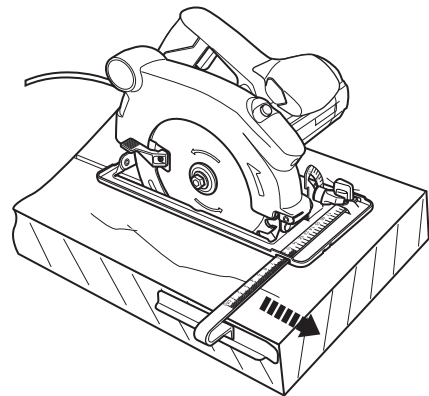

Fig. 13
- > Instale la guía paralela (14) en el producto tal y como se ha descrito anteriormente y ajústela a la anchura deseada.
- > Coloque el producto lateralmente respecto a la pieza de trabajo y guíe lo a lo largo del borde (Fig. 13).